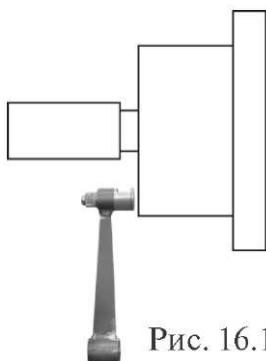

Рис. 16.1
21.1.1. Калибровка тракта измерения дистанции. Для оценки погрешности устройства ввода дистанции выдвиньте штангу ввода параметров и уприте рукоятку в задний торец фланца вала, как показано на рис. 16.1. При этом на экране ввода геометрических параметров (см. рис.10.2) появится величина дистанции. Если величина дистанции не равна  $117\pm 5$  мм, то устройство ввода дистанции требует калибровки.
Нажмите кнопку «MENU», в открывшемся окне MENU выберите пункт 7 «Далее», нажав кнопку 7 в верхнем ряду клавиатуры. Откроется вторая страница окна MENU (см. рис.16.1). Выберите пункт 3 «Тест», нажав кнопку 3 в верхнем ряду клавиатуры. Откроется окно ТЕСТ рис.21.1.